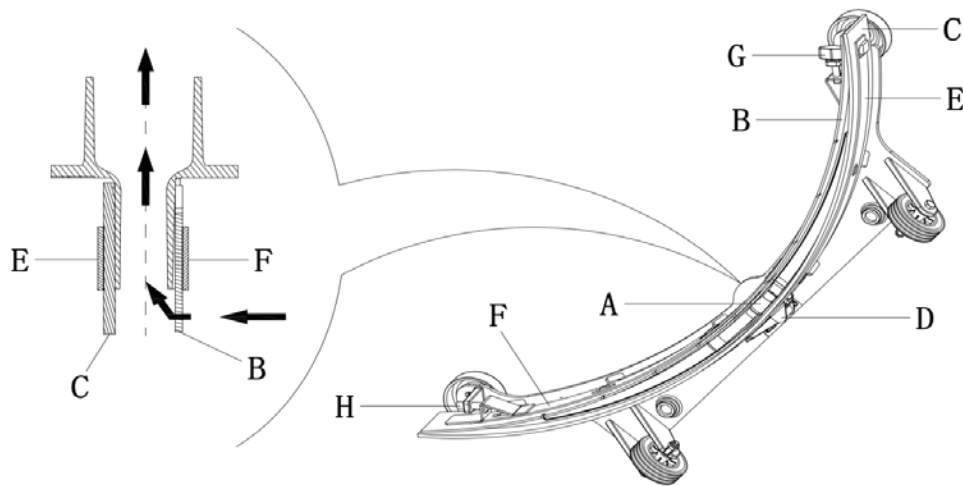

Abbildung 15
1. Folgen Sie dem vorherigen Abschnitt, um die Rakel zu reinigen (Abbildung 15).
2. Überprüfen Sie die Kante des vorderen Rakelblatts (B) und des hinteren Rakelblatts (C). Sie sollten sich in gleicher horizontaler Linie befinden. Andernfalls wird die Höhe wie folgt eingestellt:
- Lösen Sie die Klemme (D), um das hintere Rakelblatt (C) für die Einstellung der Rakel aus der Halterung (A) zu lösen. Nach der Einstellung wird die Klemme wieder angebracht.
- Lösen Sie die Schraube (G) und die Mutter (H) des Griffs, um das vordere Rakelblatt einzustellen. Anschließend Schraube und Mutter wieder anziehen.
- Lösen Sie die Klemme (D), um das Befestigungselement aus der Halterung (A) zu lösen. Nehmen Sie die Klemmenleiste (E) ab und drehen Sie die hintere Rakel (C) zum Austauschen um. Setzen Sie die hintere Rakel in umgekehrter Installationsreihenfolge ein.
- Lösen Sie die Schraube (G) am Griff, um die vordere Klemmenleiste (F) abnehmen zu können und ersetzen Sie dann die vordere Rakel (B) durch eine neue. Bringen Sie die vordere Rakel in umgekehrter Demontagereihenfolge an. Nach dem Austausch der Rakelblätter bzw. nach dem Umdrehen muss die Höhe der vorderen und hinteren Rakelblätter nach dem obigen Verfahren eingestellt werden.
4. Installieren Sie die Rakel und schrauben Sie die Mutter (16) fest, um den Abwasser--Ansaugschlauch (11) an der Rakel zu befestigen.
5. Passen Sie das Niveau der Rakel bei Bedarf über den Einstellknopf (20) an.